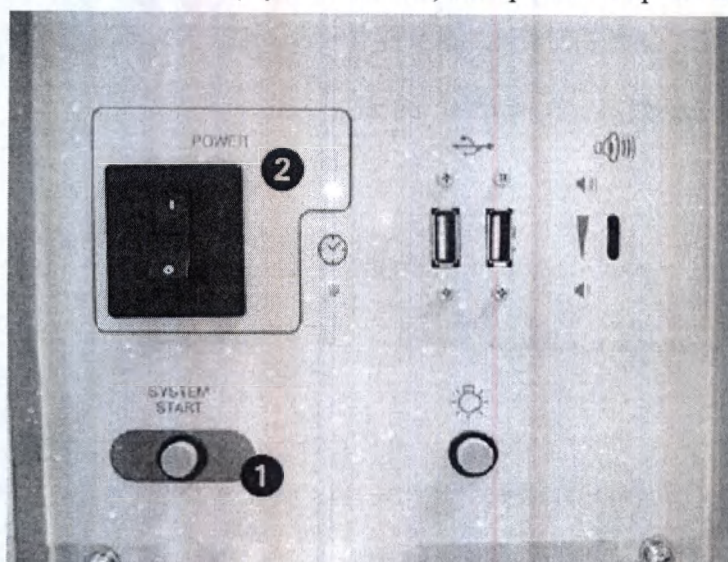

Рисунок 4F
ПРИМЕЧАНИЕ: Для перезапуска программного обеспечения AutoTEC a120 нажмите кнопку SYSTEM START (Пуск системы) на правой стороне панели устройства (рис. 4F (1)).
Следуйте предыдущим инструкциям по отключению. После завершения процедуры отключения переведите выключатель питания в положение OFF (выкл) (рис. 4F (2)).